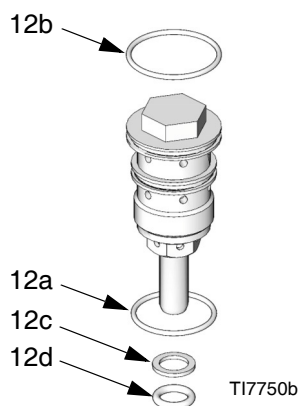

FIG. 13. Original detailtegning for løfteventil
4. Se FIG. 13. Skru løfteventilenheden fra hinanden (12). Det kan være, at de små o-ringe (12c, 12d) ikke kommer ud med løfteventilen. Sørg for at fjerne dem fra toplåget (1) eller bunddækslet (3).
6. Smør løfteventilsamlingerne (12), og genmonter dem i den øverste hætte (1) og bunddækslet (3). Tilspænd med et moment på 40,6-48,8 N•m (30-36 fod-pund).